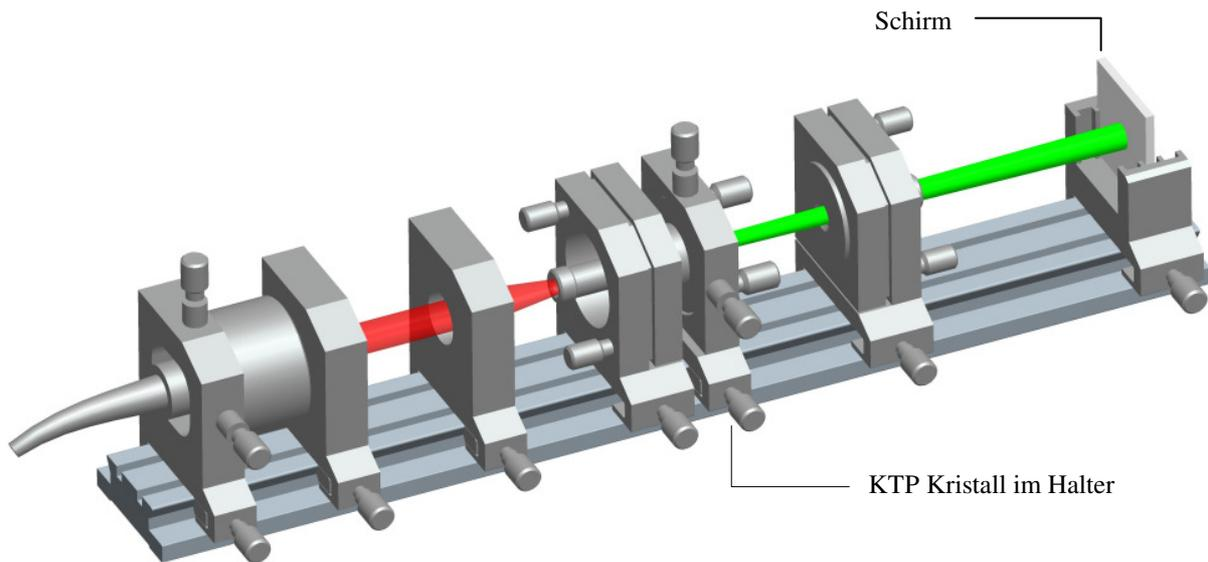

Abb. 8 Aufbau zur resonatorinternen Frequenzverdopplung
Zur Erzeugung der Frequenzverdopplung kann ein nichtlinearer optische Kristall, hier KTP (Kalium Titanyl Phosphat), innerhalb oder außerhalb des Resonators eingesetzt werden. Da für eine effiziente Frequenzverdopplung eine möglichst hohe Intensität der Grundwelle erforderlich ist, empfiehlt es sich, den KTP Kristall innerhalb des Resonators anzuordnen und einen Auskoppelspiegel mit einer geringen Transmission für die Nd:YAG Laserstrahlung zu verwenden. Für die erstmalige Justierung des Aufbaus nach Abb. 8 sollte daher der Auskoppelspiegel mit der Bezeichnung " SHG 100 " (R = 99,98 %) eingesetzt sein.
1. Dieser Versuch wird mit dem gleichen Aufbau (s. Abb. 8) durchgeführt. Beurteilen Sie die grüne Strahlung auf einem weißen Schirm. Dejustieren Sie den Resonator sowie den Kristall und beobachten Sie das Modenbild.